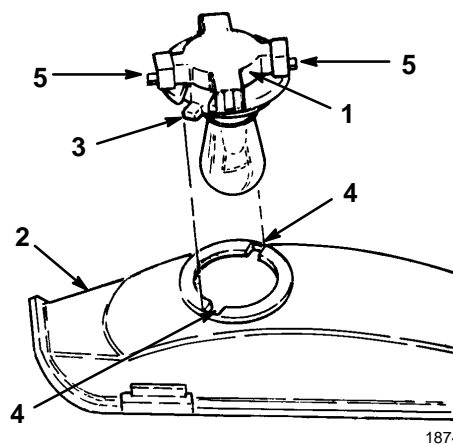

Abbildung 17
3. Die Birnenfassung um 1/4 Umdrehung im Gegenuhrzeigersinn drehen und aus dem Reflektor nehmen (Abb. 17).
- Die Birnenfassung hat zwei Zungen (Abb. 17). Die Zungen auf die Schlitze im Reflektor ausrichten, die Birnenfassung in den Reflektor einsetzen und im Uhrzeigersinn 1/4 Umdrehung bis zum Anschlag drehen.